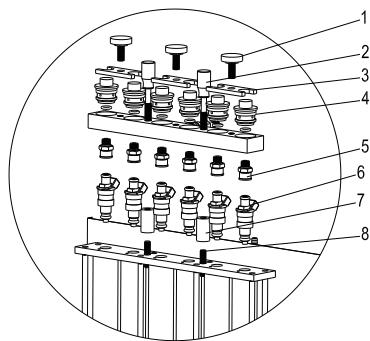

Figura 05 Para injector de combustível de abastecimento superior
- Escolher a rolha do distribuidor de combustível (4) da caixa do acoplador e montar um anel em O adequado. Lembre-se de aplicar um pouco de graxa lubrificante no anel em O. Montar a rolha do distribuidor de combustível (4) sobre o distribuidor de combustível de abastecimento superior.
- Montar a placa crescente (3) e apertá-la com um parafuso de placa (1).
- Escolher um adaptador adequado (5) de acordo com o tipo de injector e montá-lo no acoplador correspondente sob o distribuidor de combustível de abastecimento superior.
- Instalar o distribuidor de combustível de abastecimento superior e o injector no suporte do distribuidor de combustível com um parafuso ajustável adequado e porcas serrilhadas, e apertar dois parafusos de rosca(pretos). Ver Figura 05.